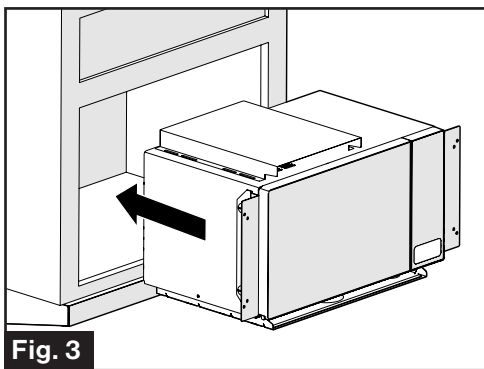

Fig. 3
3. Faites glisser le four à micro-ondes dans l'ouverture de l'armoire. (Fig. 3)